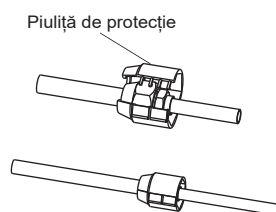

Fig. 5-5
- Piulița de protecție este o componentă de unică folosință, nu poate fi reutilizată. În cazul în care este îndepărtată, aceasta trebuie înlocuită cu o piuliță nouă. (Consultați Fig. 5-5)